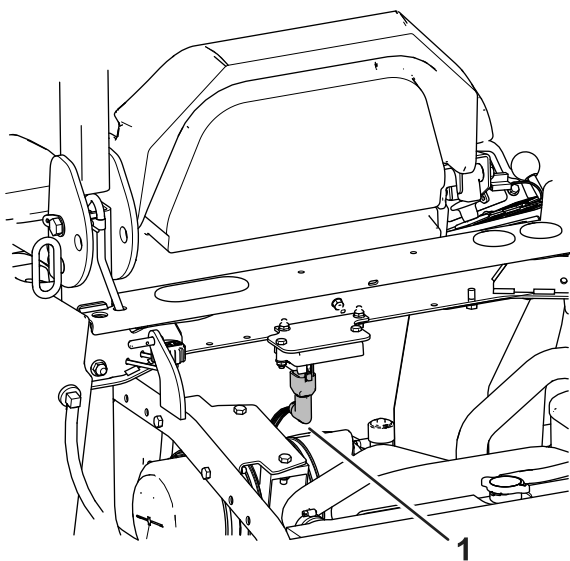
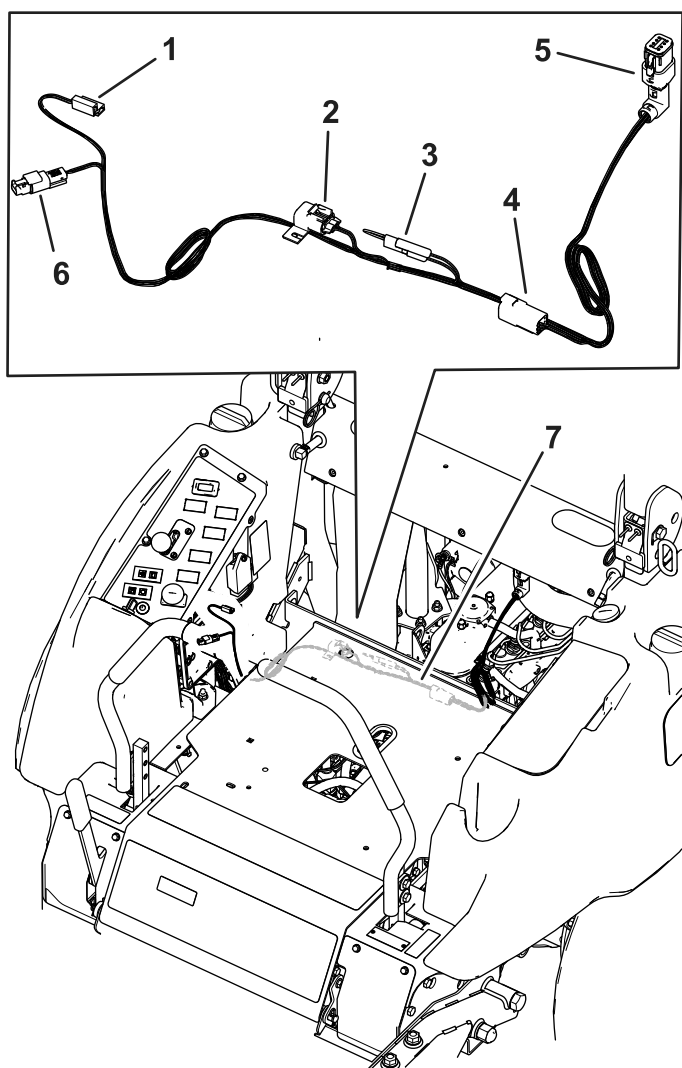

图 4
图 8
8. 将 90° 接头插到传感器中图 4 和图 8。
1. 在座板下方沿着横向通道中的现有线束布置线束图 8。
2. 将中央接头安装到标有TELEMATICS 远程通信端口或EXPANSION 扩展端口的机器线束接头上图 8。
### 3. 将线束连至灯具和警报器图 8。